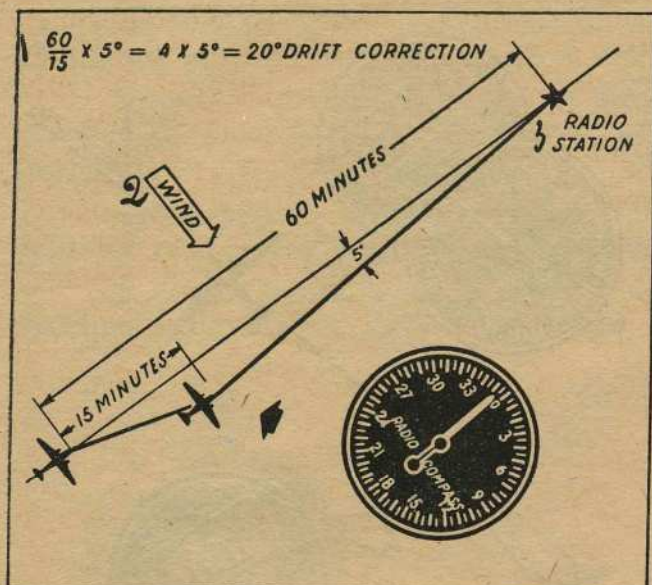

FIGURE 39. — CALCUL DE LA DERIVE
a) Maintenir la même lecture au conservateur de cap en volant vers la station et noter la variation de gisement après un espace de temps suffisamment long. Voir figure 39.